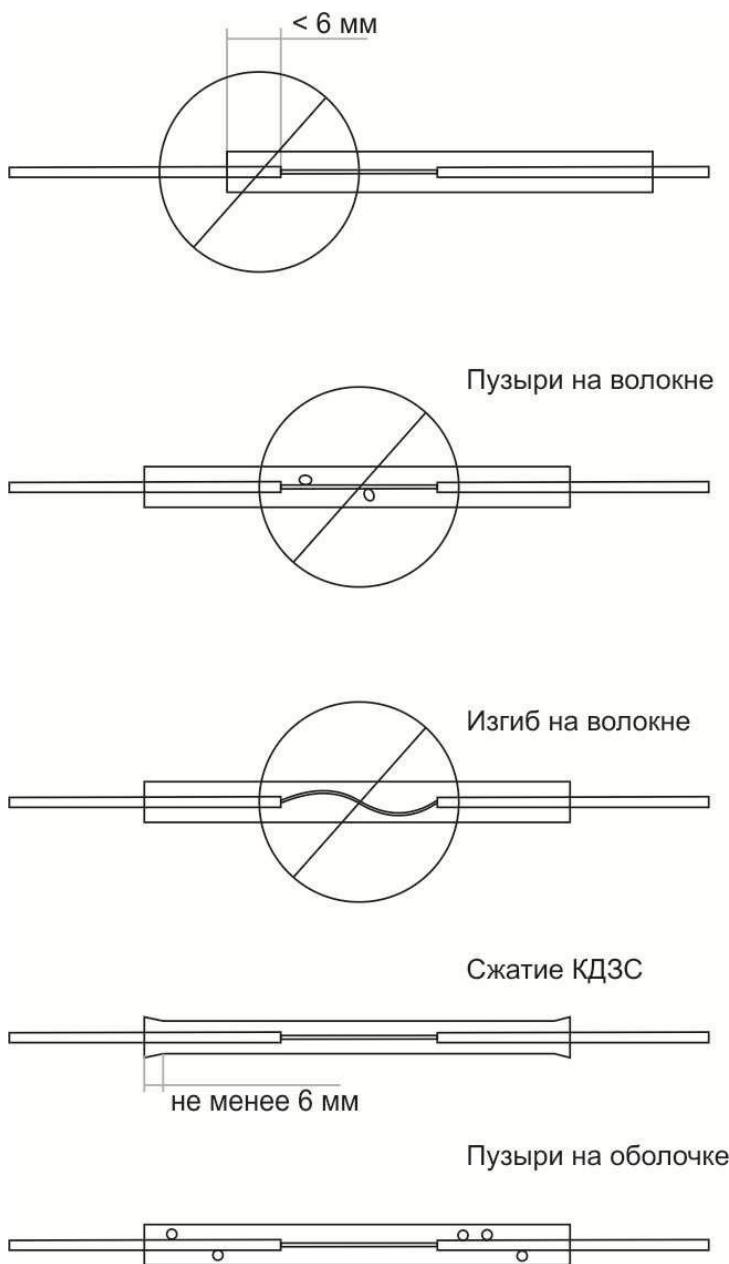

Рис. 3-14.
- 6) Произведите визуальную проверку защитной гильзы на предмет наличия пузырьков и неоднородностей. Три возможных причины для повторения процесса термоусадки изображены на Рис. 3-14.